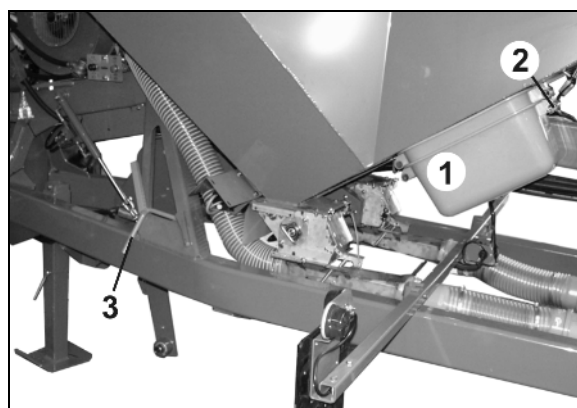

Fig. 27
AMAZONE RoTeC⁺-skæret egner sig til såning med plovskær og rotor. Såningsfuren udformes vha. stålskive og hvidjernsenheden. Bagsiden af skiven rengøres vha. den fleksible polyurethan (PU)-skive (Fig. 27/1), der til dette formål presses mod stålskiven. Nopperne (Fig. 27/2) sørger for ekstra fremdrift.
PU-skiven (Fig. 27/1) anvendes også som dydbegrænsning, ved at den ruller af på jorden og begrænser stålskivens indtrængningsdybde i jorden. Denne indtrængningsdybde kan indstilles i tre trin, fra 2 til 4 cm. Til dybdesåning på mere end 4 cm kan dydbegrænsningsskiven tages af uden brug af værktøj.